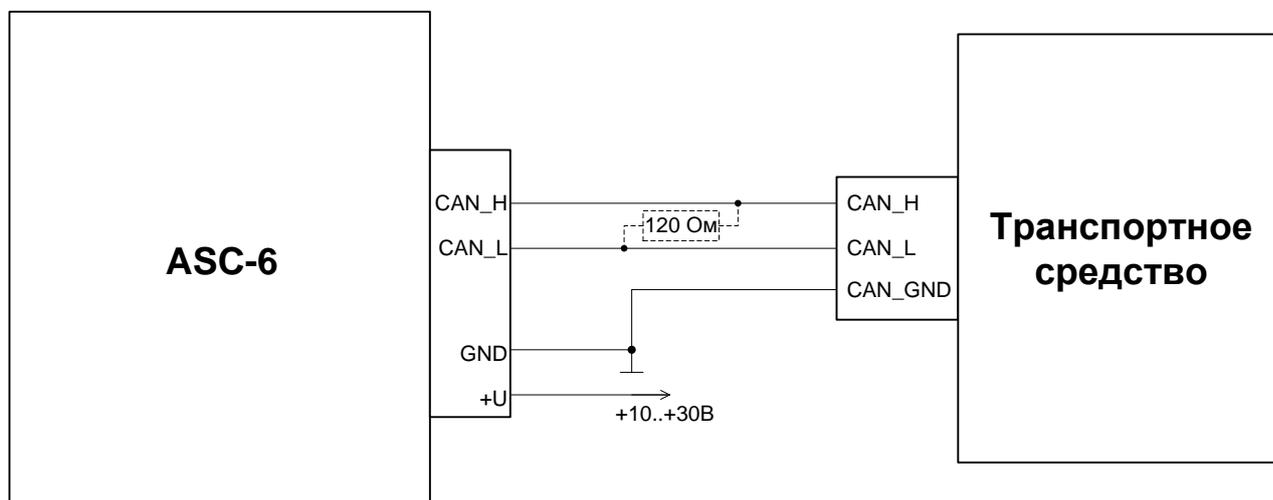

Рис. 6. Схема подключения терминала к диагностическому разъему CAN шины.
После необходимой настройки и подключения устройство при въезде в заданные зоны будет проигрывать записанные на карту памяти звуковые файлы. Во время движения терминал проверяет текущие географические координаты на совпадение с зонами проигрывания файлов. При нахождении такого совпадения терминал проигрывает соответствующий ей звуковой файл (см. рис.6).
5.1.5. Подключите к контактам CAN_H, CAN_L (контакты 2,3 разъема MF-20F) (см. рис.2) CAN шину автомобиля. При подключении к диагностическому разъему используйте схему подключения на рис. 6. Если в точке подключения к шине между линиями CAN_H и CAN_L сопротивление ~ 120 Ом (при выключенном зажигании), то около устройства между контактами 2 и 3 необходимо подключить сопротивление 120 Ом. Если сопротивление ~ 60 Ом дополнительный резистор не нужен. Как правило, при подключении к диагностическому разъему, резистор не требуется.